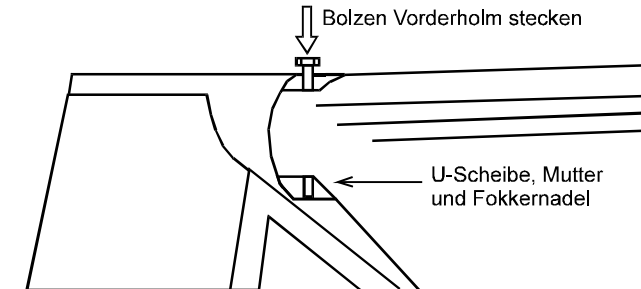

Bild 8: Stecken des Bolzens Vorderholm
Bild 8 zeigt in Drauf- und Seitenansicht, wie die beiden Flügelhälften am Rumpf beugeklappt sind. Drehpunkt der Flügelhälften ist der Bolzen des Endholmes und die Befestigungsschraube der Flügelstrebe am Rumpf. Über diese beiden Verbindungen wird das Gewicht des Flügels in die Zelle einge-
4. Ist der Flügel nach vorne bis zum Anschlag geklappt, geht man vor den Flügel. Mit einer Hand hält man ihn in Position, mit der anderen wird der Bolzen (Bild 8) gesteckt und bis zum Anschlag eingedrückt.